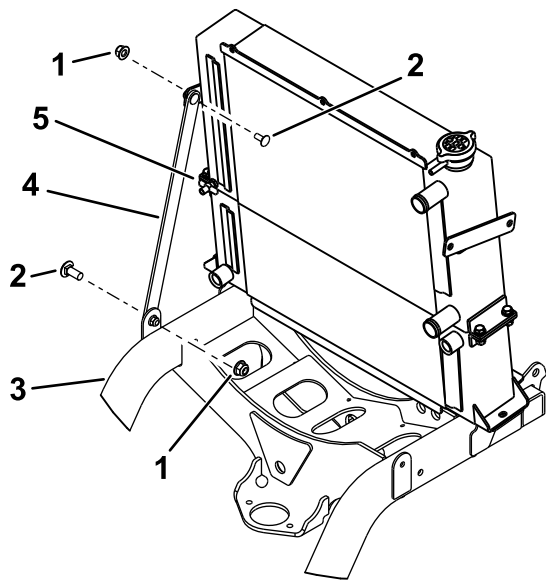

Figure 21
9. Déposez le support existant du cadre de la machine et du radiateur (Figure 21). Conservez les fixations.
10. Vidangez la moitié du liquide de refroidissement moteur du radiateur à l'aide de la valve située sur le côté droit du radiateur, comme montré à la Figure 21.